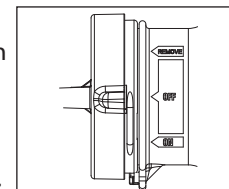

Figure 7
5. Avant de rincer, déplacez l'indicateur sur le capuchon à la position « Off » (arrêt) pour arrêter le savon (figure 7).